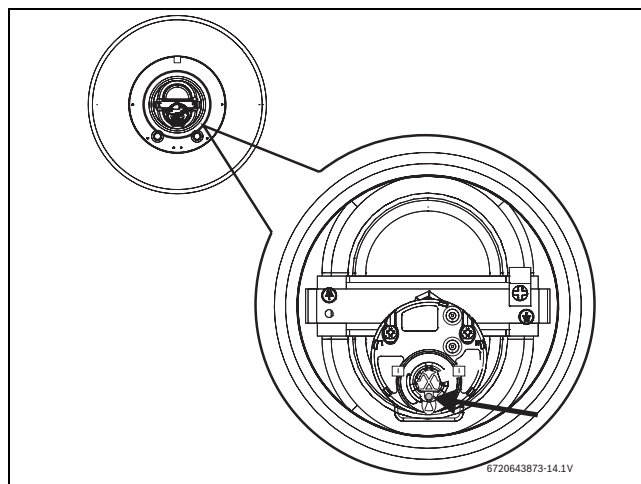

Рис. 15 Кнопка усунення перешкод
- ▶ Повністю натисніть кнопку усунення перешкод (→ Рис. 15).